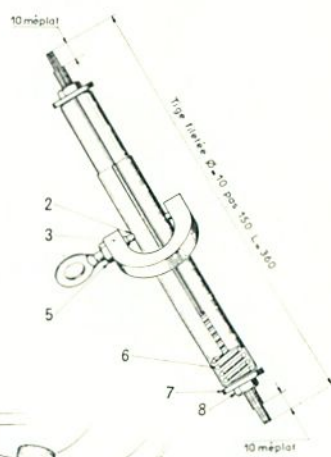

Fig. 22
— Introduire aussitôt une tige filetée (fig. 22) dans le compensateur et la positionner de manière à ce qu'elle dépasse de la même longueur à chaque extrémité. Ne pas frapper sur la tige. Monter les rondelles plates (7) et les écrous (8), approcher les écrous à la main, jusqu'à buter contre les deux tubes.
— le présenter pour qu'au moment du montage sur la voiture, le téton mobile (2) soit vers l'intérieur et son fer à cheval au-dessus du côté de la nervure (fig. 22).